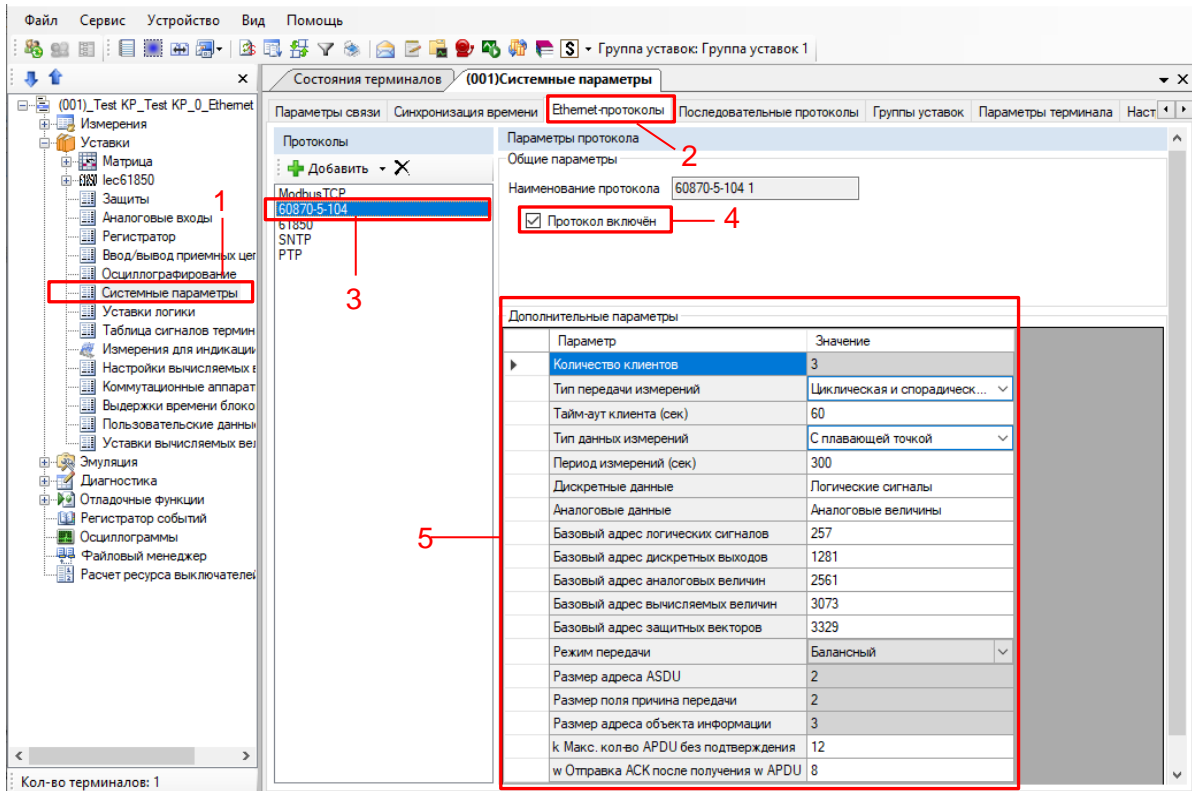

Рисунок 4 – Пример настройки протокола МЭК 60870-5-104
2.4.1 В «дереве» проекта программы АРМ-релейщика выбрать пункт меню **Уставки** → **Системные параметры** (см. рисунок 4, поз. 1), дважды щёлкнув левой кнопкой мыши на соответствующий пункт «дерева» проекта. Откроется окно **Системные параметры**.
2.4.2 Выбрать вкладку **Ethernet-протоколы** (см. рисунок 4, поз. 2).
2.4.3 В поле **Протоколы** выбрать протокол МЭК 60870-5-104: **60870-5-104** (см. рисунок 4, поз. 3).
2.4.4 Установить флажок **Протокол включен**, если он не был установлен (см. рисунок 4, поз. 4).